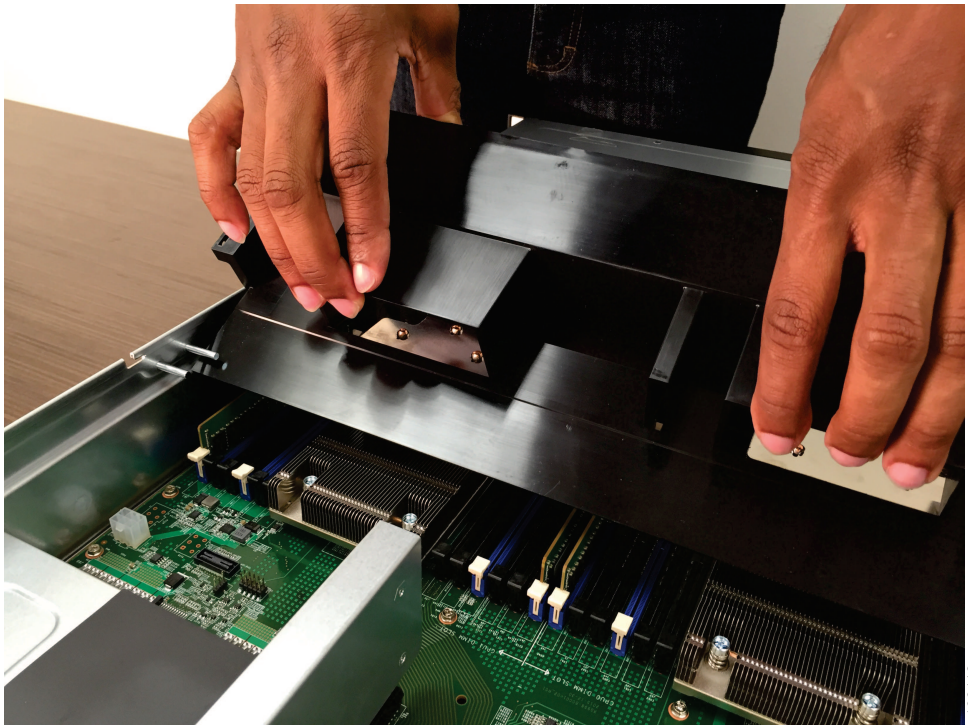

図 60. エア・バッフルの位置合わせ
2. 77 ページの図 60 に示すように、エア・バッフルを少し傾けた状態で保ち、シャーシの側面に位置合わせします。